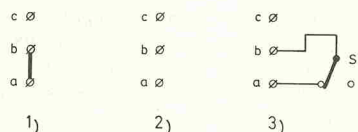

Bild 6. Einstellung des Midi-Kanals:
- S1 auf der Leiterbahnseite stehend laut Anschlußschema Bild 6 festlöten. Darauf achten, daß der Schalter genau senkrecht steht, da dieser zusammen mit S2 zur Befestigung der Platine im Gehäusedeckel dient.